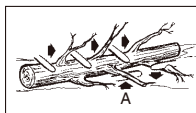

Fig. 12
L'eliminazione dei rami è il processo di rimozione dei rami da un albero abbattuto. Non rimuovere i rami di appoggio (A) fino a quando il tronco non viene tagliato in lungo (Fig. 12 ). I rami sotto tensione devono essere tagliati dal basso verso l'alto per evitare che la motosega si inceppi.